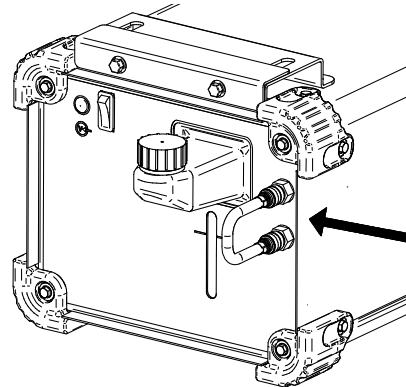

Figura 5.
- Collegare il tubo flessibile tramite il connettore rapido (aggiunto al gruppo) ai raccordi di ingresso e di uscita del gruppo di raffreddamento (Figura 5).